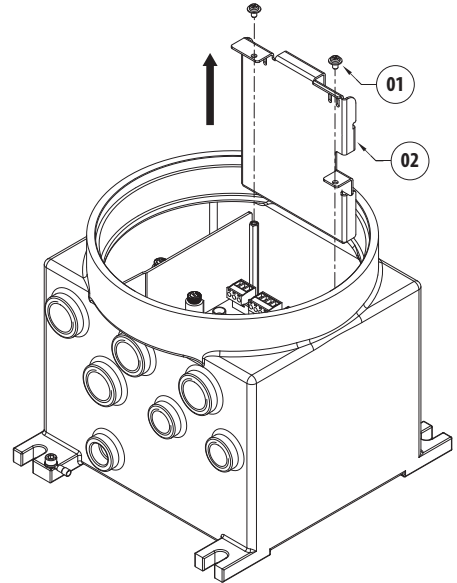

Abb. 7
Die Schrauben (01) entfernen und die Spleißkassette (02) entnehmen (Abb. 7, Seite 14).